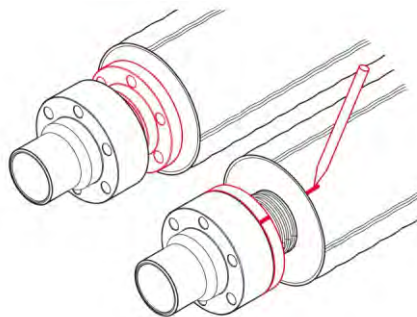

Рис. 3.7.4
4. Удерживая корпус фитинга, вращать фланец, перемещая его по трубе до полного совмещения с корпусом (рис. 3.7.4). При этом зазор между фланцем и корпусом фитинга не должен превышать 0,5 мм.